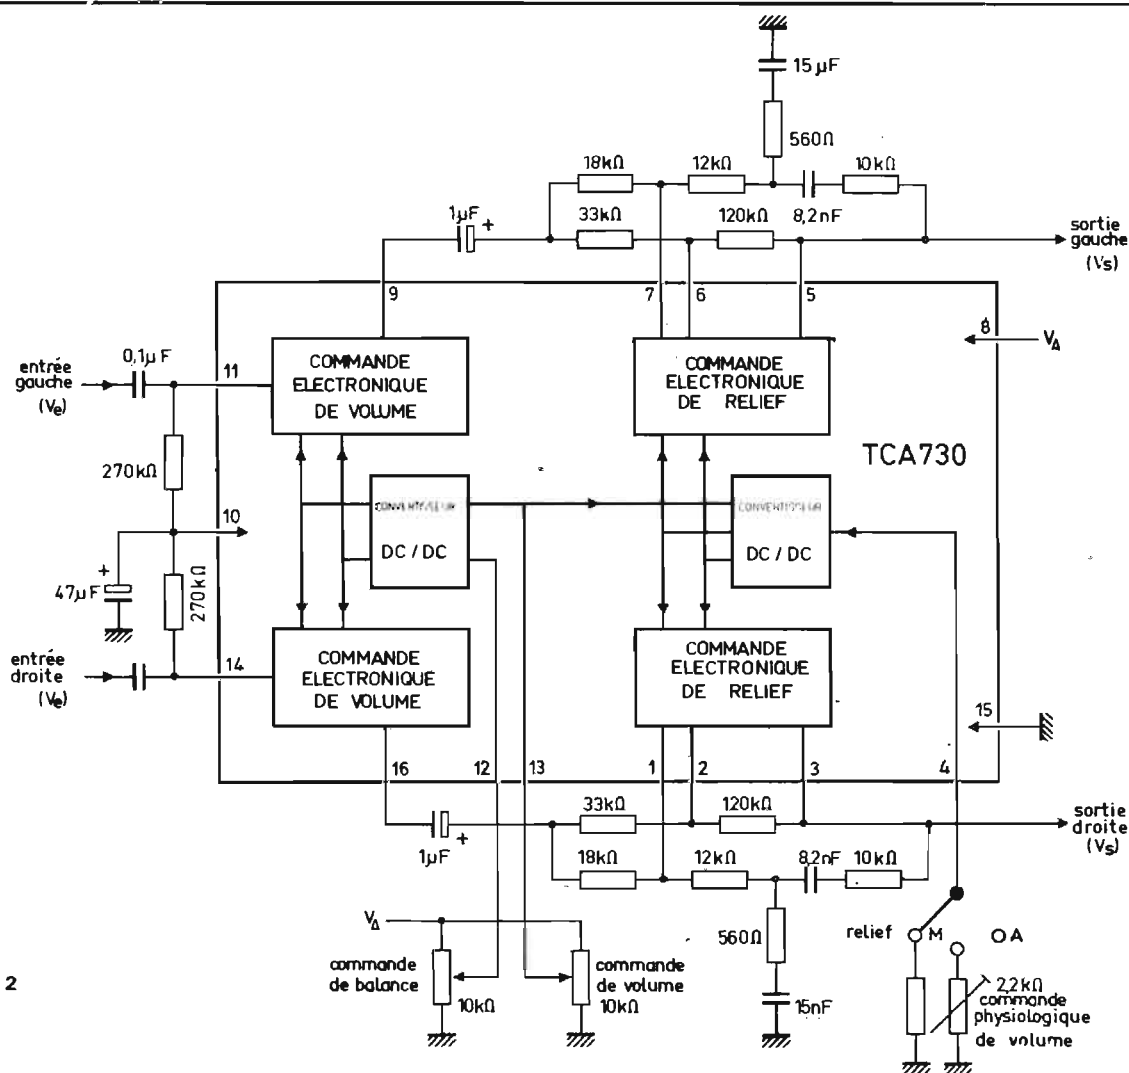

Fig. 2
Voici à la figure 2, le diagramme fonctionnel du TCA 730. Nous ne donnons pas le schéma intérieur complet, trop compliqué.
D'après la figure 2 on connaît :
2) Corrections de tonalité, réalisées à l'aide d'un montage qui suivra celui de la figure 2, nommé préamplificateur de tonalité. Ce montage utilisera un circuit intégré TCA 740.
Aux sorties du montage de la figure 2, on disposera des deux signaux G et D, ayant le niveau requis, la tonalité obtenue par le réglage physiologique et équilibrés c'est-à-dire ayant à peu près le même niveau.
Mesures relevées sur le circuit de la figure 2.